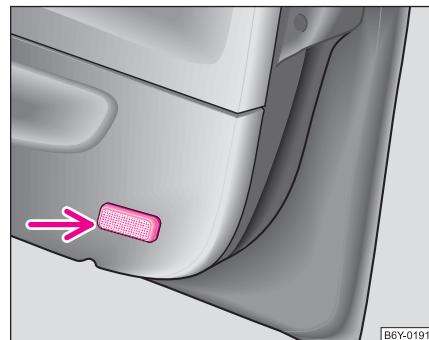

Fig. 182 Demontarea lămpii de avertizare din ușa din față
- Introduceți un cuțit sau alt obiect asemănător lateral între lampă și capitonajul ușii → fig. 182. Ridicați cu atenție lampa.